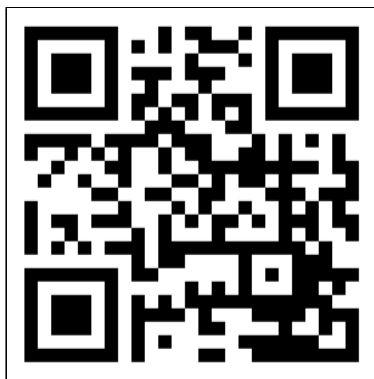

Figure 64.
1. Ouvrez le manuel de l'application Eurom Smart avec le QR-code (Figure 64) ou rendez-vous sur www.eurom.nl/manuals.